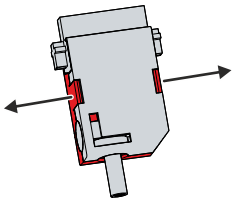

Abb. 15: Demontage Zugentlastungsgehäuse
1. Biegen Sie mit den Fingern die Rastnasen am Unterteil leicht nach außen (siehe Abb. 15).